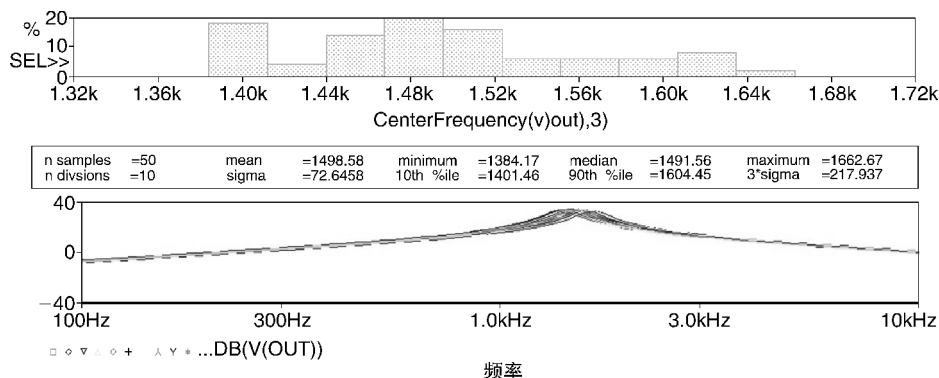

图 10.15 利用直方图形式对中心频率可能扩散区域进行显示
6. 图 10.15 为直方图显示，把统计数据和概率值汇总于一起。